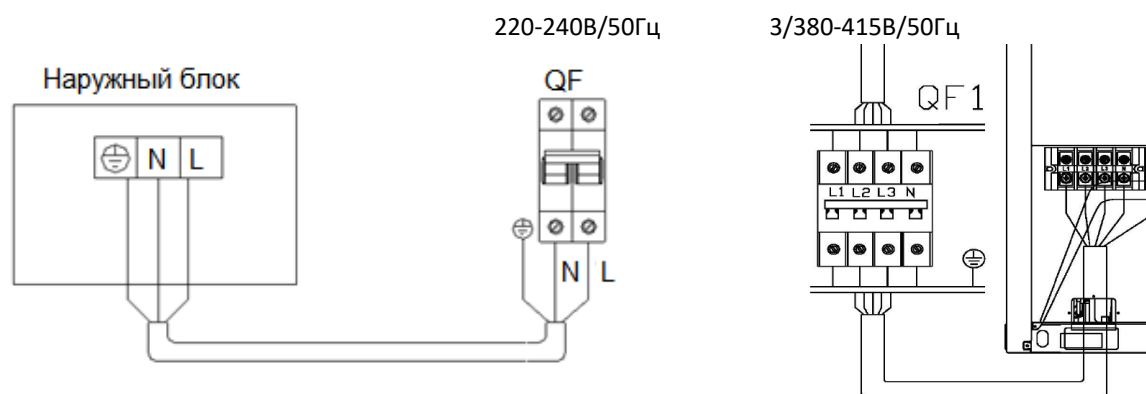

Рис.2.9
- **Схема подключения наружных блоков к сети электропитания 220В и 380В (рис.2.9)**